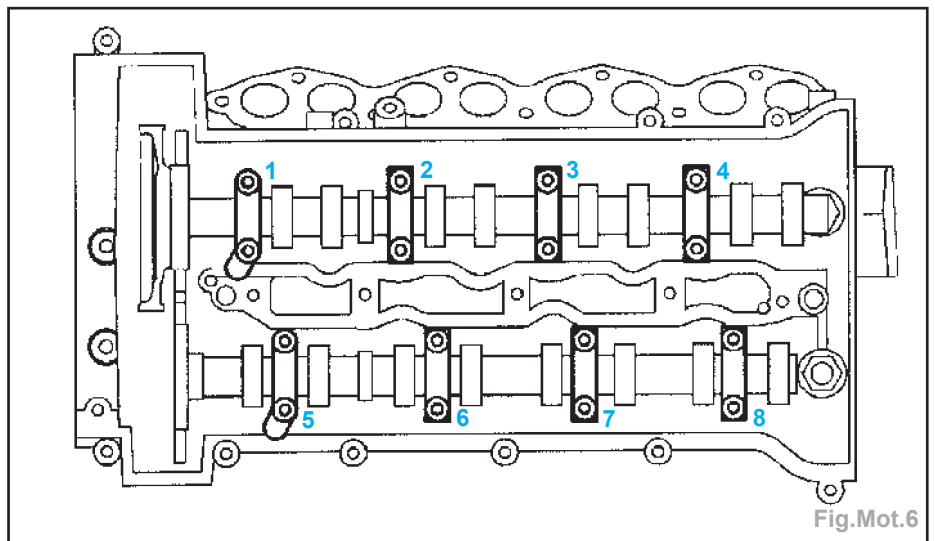

Fig.Mot.6
Important : Repérer l'emplacement de chaque chapeaux d'arbre à cames. Un numéro est marqué sur chacun d'eux (Fig.Mot.6).
- Reposer les chapeaux de palier d'arbres à cames au même endroit (Fig.Mot.6) et serrer uniformément en leurs donnant un tour à chaque fois.